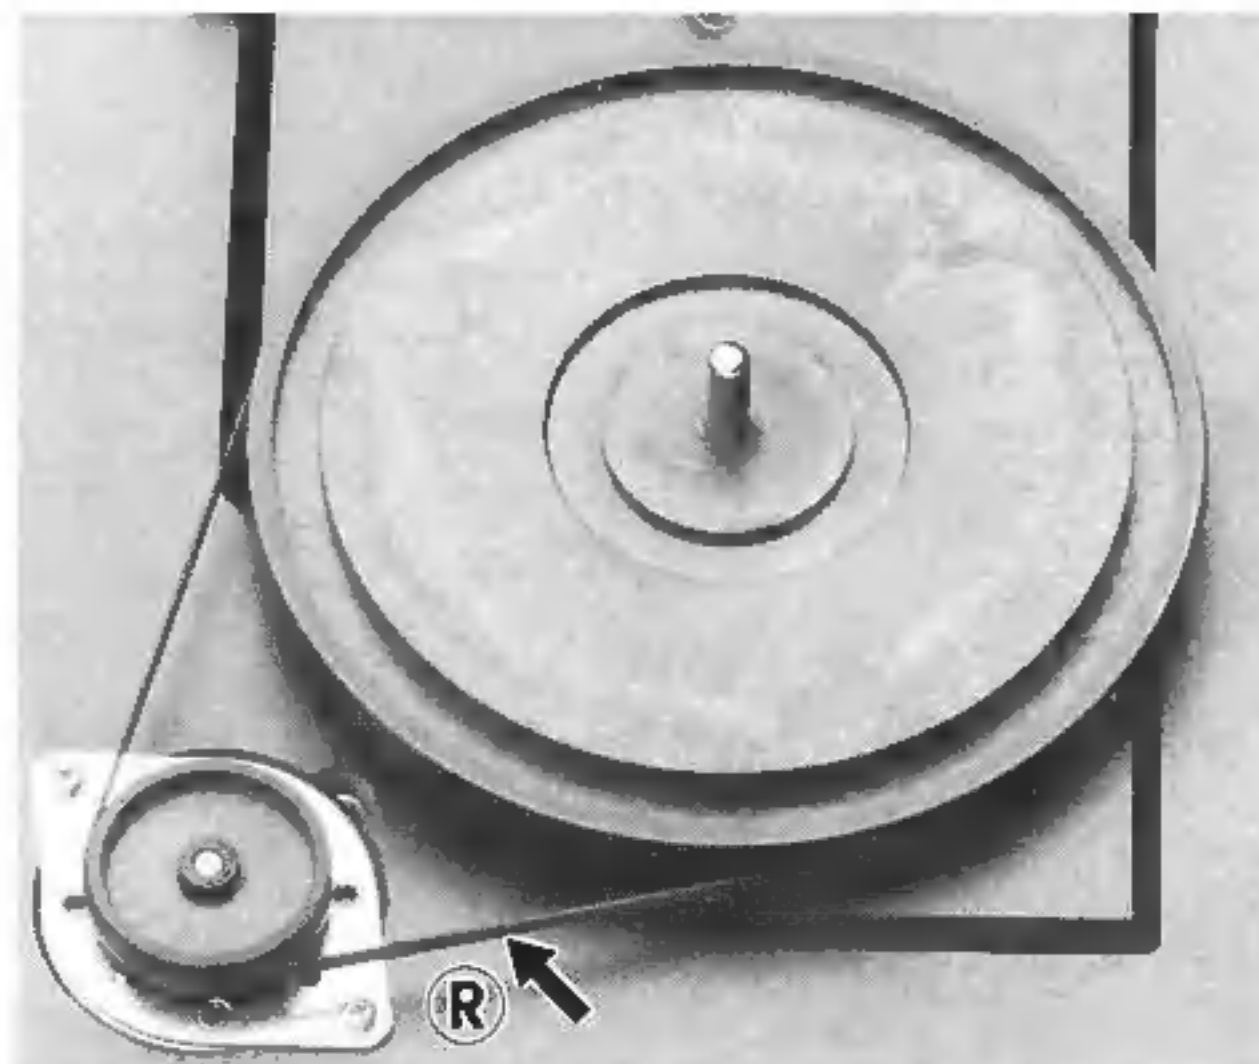

Fig. 2
Legen Sie nun den Antriebsriemen (R) (Fig. 2) um den Antriebsteller und um die kleine Riemenscheibe. Achten Sie darauf, daß sich der Riemen nicht verdreht hat.